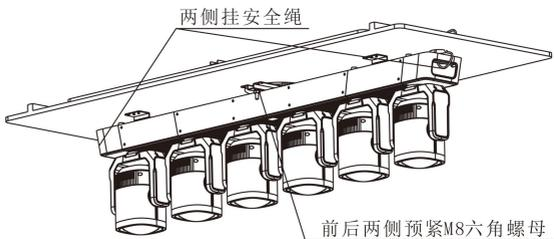

图7
7.将装好外挂支架、横梁固定支架的灯具固定到天花板预先放置的横梁上，锁入 M8 六角螺母，如图 7；
8.在灯具提手两侧挂好安全绳，如图 7；